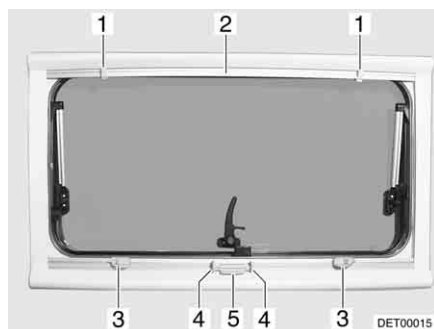
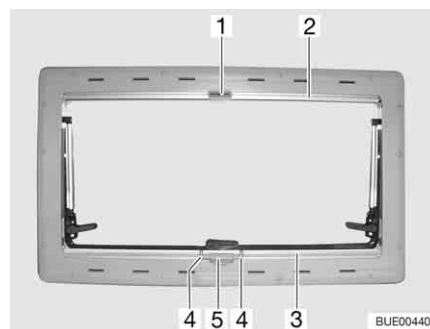

Fig. 67 Fenêtre projetante
Fig. 68 Fenêtre projetante
- Appuyer sur la poignée (Fig. 67,4 ou Fig. 68,4) et tirer de bas en haut le store occultant (Fig. 67,5 ou Fig. 68,3) jusqu'à la hauteur souhaitée.
- Appuyer sur la poignée (Fig. 67,4 ou Fig. 68,4). Le dispositif de blocage sera alors débloqué.
- Laisser revenir lentement le store occultant (Fig. 67,5 ou Fig. 68,3).
- Tirer la moustiquaire (Fig. 67,2 ou Fig. 68,2) vers le bas jusqu'à ce qu'elle rentre en contact avec le store occultant (Fig. 67,5 ou Fig. 68,3) et que les verrous (Fig. 67,1 ou Fig. 68,1) s'enclenchent dans le dispositif de verrouillage (Fig. 67,3 ou Fig. 68,5).
- Selon le modèle, débloquer le dispositif de verrouillage (Fig. 68,5) ou les deux dispositifs (Fig. 67,3) en même temps.